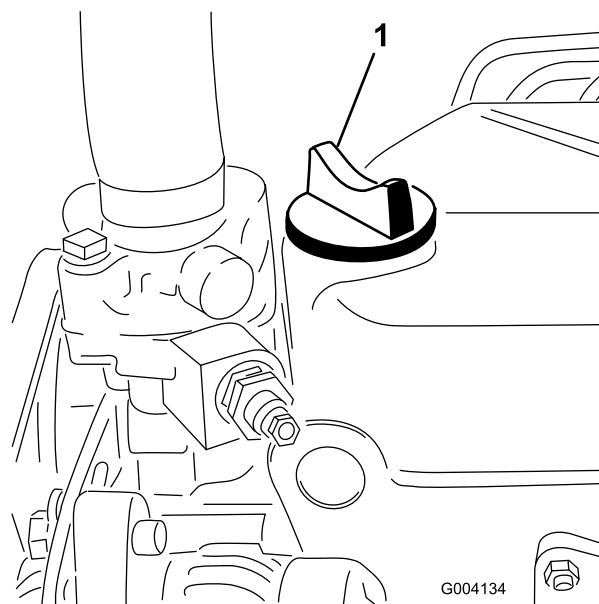

Figura 29
5. Se o nível de óleo se encontrar abaixo da marca “Full” (cheio) da vareta, retire o tampão de enchimento (Figura 29) e adicione óleo até que o nível atinja a marca “Full” (cheio).